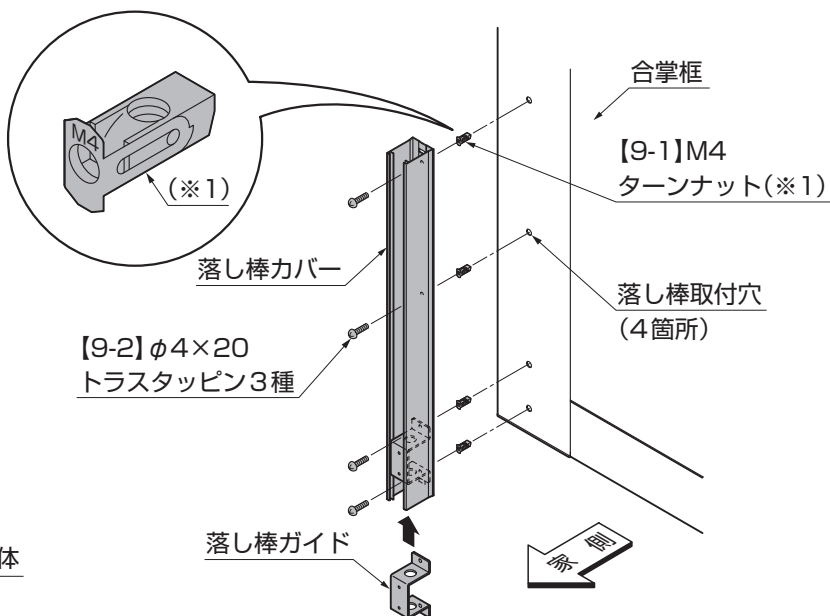

図 16-2
- ②合掌框の(日)で加工した穴に[9-1](※1)を差込んでください。(図 16-2 参照)